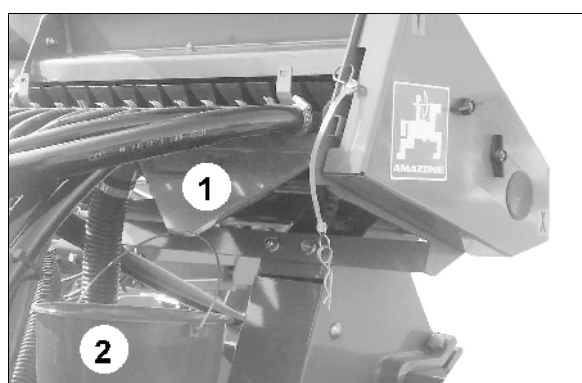

Fig. 39
3. Auffangbehälter (Fig. 39/2) unter den Auslauf (Fig. 39/1) einhängen.